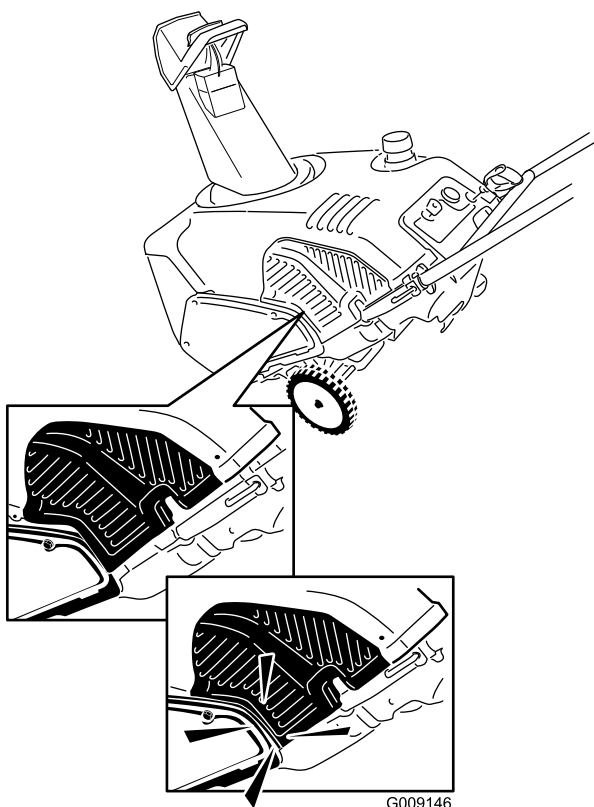

Рисунок 34
15. Заведите нижний выступ ограждения за кожух ремня (Рисунок 34).